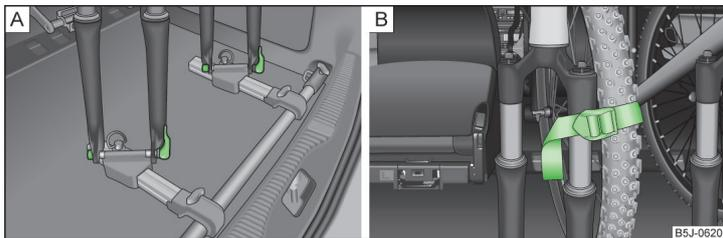

Fig. 74 Montar la bicicleta / ejemplo de fijación de la rueda delantera
- Colocar la horquilla de la bicicleta sobre el eje de fijación y apretarla mediante el tensor rápido » fig. 74 - **A**.
- Es mejor colocar la rueda delantera desmontada entre la biela del pedal izquierdo y el marco de la bicicleta, y fijarla mediante una correa a la horquilla delantera » fig. 74 - **B** o bien a uno de los elementos de sujeción.